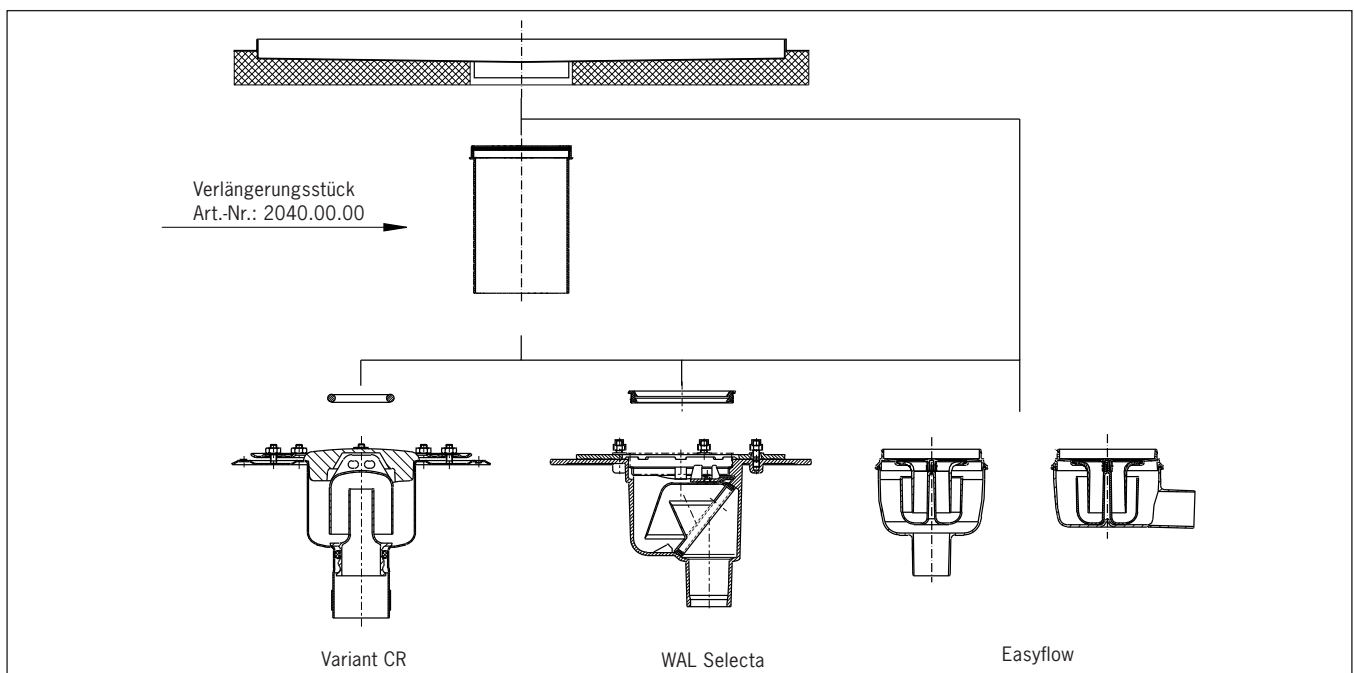

Abb.4
- Bei Verwendung der WAL-Selecta und Variant-CR Bodenabläufen ist ein Verlängerungsstück Art.-Nr. 2040.00.00 zu verwenden (Abb. 4).